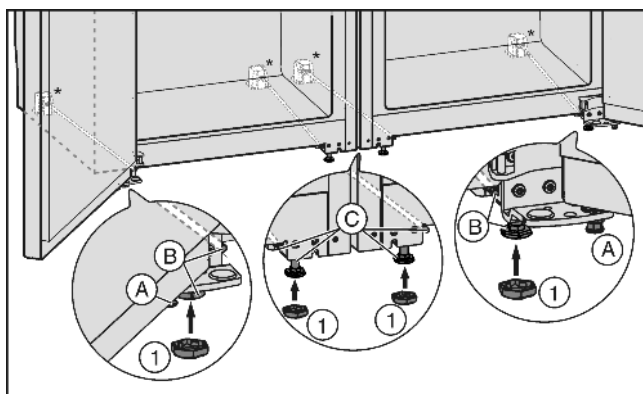

Fig. 4
- ▶ Drei helt inn justeringsføttene Fig. 4 (A) foran på begge enhetene, slik at de ikke berører gulvet.
- ▶ Sett hettene Fig. 4 (1) på de fire fremre justeringsføttene.
- ▶ Drei inn de midtre justeringsføttene Fig. 4 (C), slik at de ikke berører gulvet.
- ▶ Juster kombiskapet over de ytre justeringsføttene Fig. 4 (B).
- ▶ Senk de midtre justeringsføttene Fig. 4 (C) igjen, til de berører gulvet.
- ▶ Deretter støttes døren: Senk justeringsføttene Fig. 4 (A) på lagerbukkene, til de ligger mot gulvet, drei så videre 90°.